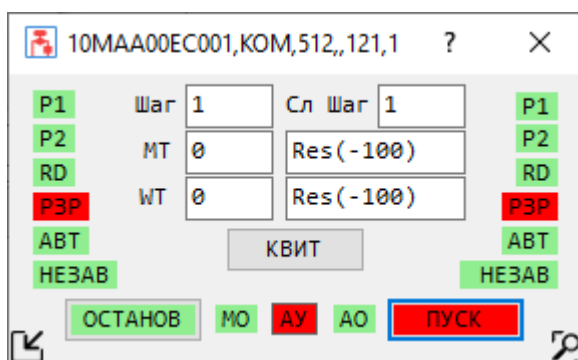

Рисунок 31 – Внешний вид окна управления шаговой программой
7.9.10 Перечень состояний (команд) шаговой программы, которые могут быть введены с помощью интерфейса пользователя (см. рисунок 31):